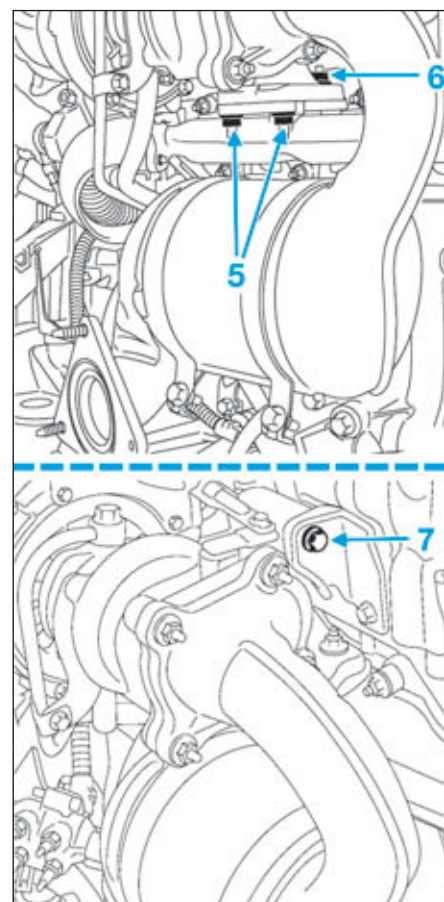

FIG.160
- les écrous inférieurs (5) (Fig.160) du turbocompresseur sur le collecteur d'échappement.
- l'écrou supérieur (6) du turbocompresseur.
- vis transversale (7) du turbocompresseur.